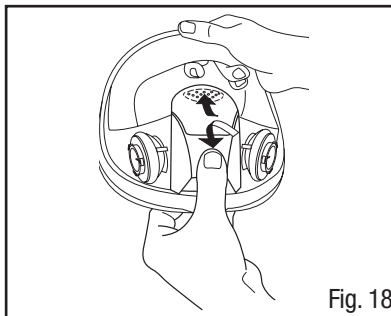

Fig. 18
1. Remova a tampa da válvula apertando o fundo da tampa com o polegar e deslizando a tampa para cima, paralela com a lente (Fig. 18).
1. Remova a tampa da válvula apertando o fundo da tampa com o polegar e deslize para baixo, paralelo com a lente (Fig. 18).
2. Remova a tampa da válvula pressionando o fundo da tampa com o polegar e deslizando a tampa para cima, paralelo com a lente (Fig. 18).